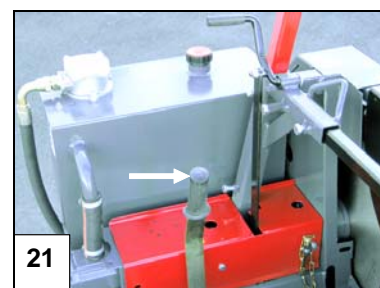

Bild 21. Handstart av klyvcylindern
6.4 Manuell start av klyvrörelsen, bild 21